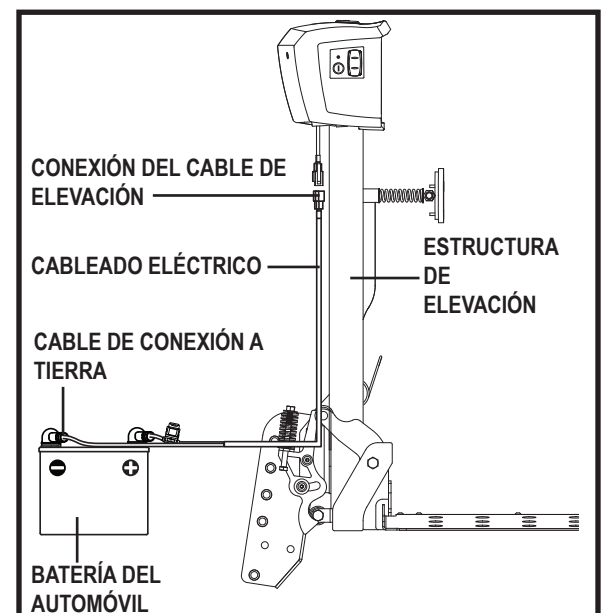

Figura 10. Instalación del cableado eléctrico
1. Disponga el cableado eléctrico desde el elevador, y pasando por el interior del automóvil, hasta llegar a la batería de este último. **Ver figura 10.** Normalmente, encontrará hueco para pasar el cable por detrás de las luces posteriores, pasando así el cable por el maletero de atrás y bajo el asiento posterior.